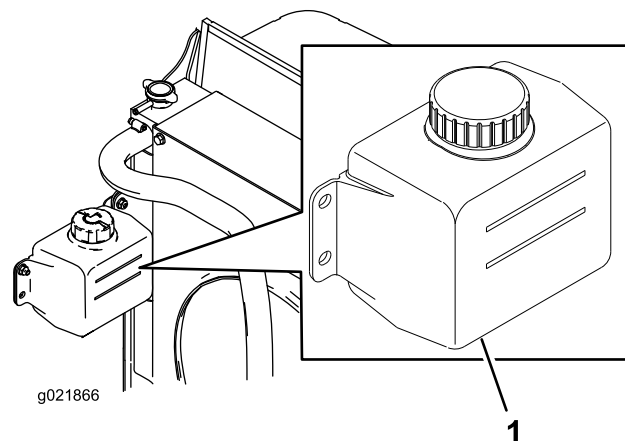

Figure 84
1. Vérifiez le niveau du liquide de refroidissement dans le vase d'expansion (Figure 84).